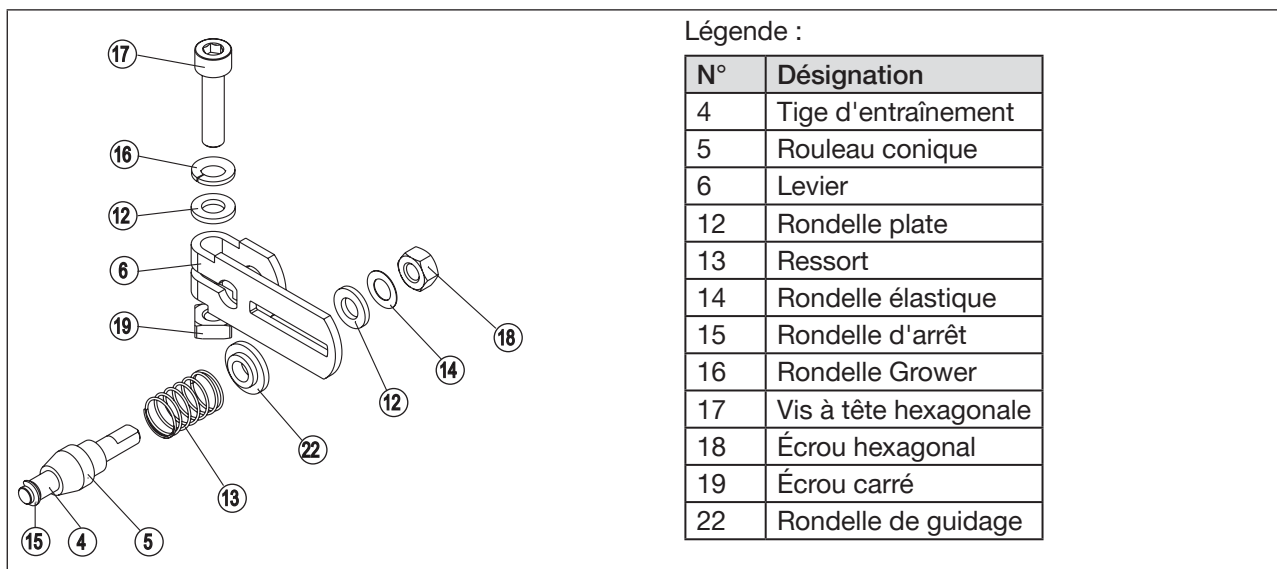

Figure 17 : Installation de l'étrier
- Monter l'étrier ② sur la tige de l'actionneur à l'aide des pièces de serrage ③, des vis à tête hexagonale ⑰ et des rondelles Grower ⑯.
- En fonction de la course de l'actionneur, choisir le levier court ⑥a ou le levier long ⑥b.
- Assembler le levier s'il n'est pas préassemblé (voir « Figure 17 »).